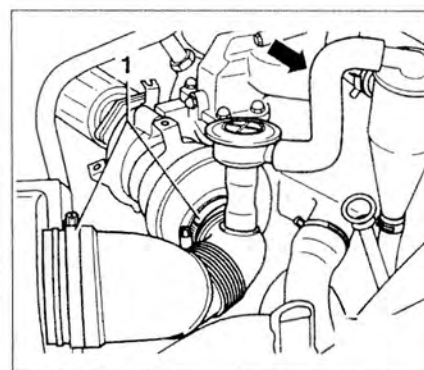

Рис. 4.5. Отсоедините фиксаторы 1 и снимите трубки (стрелки) с масляного сепаратора.
9. Отсоедините фиксаторы 1 и снимите трубки (стрелки) с масляного сепаратора (рис. 4.5). Снимите трубки в сборе.